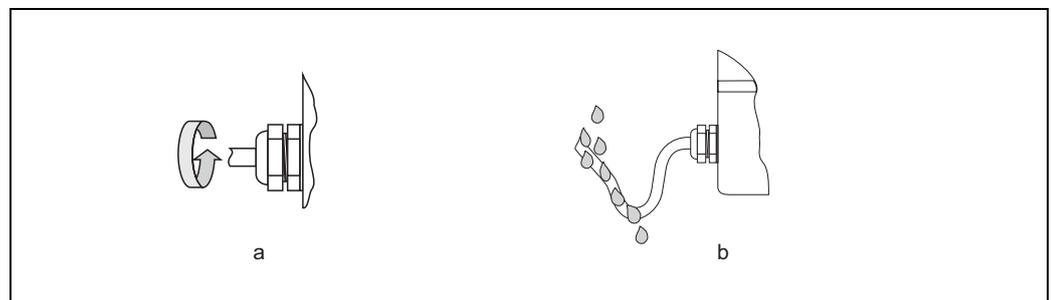

Fig. 9: Conseils de montage pour les entrées de câble
- Les entrées de câble doivent être fortement serrées (Point **a**, → fig. 9).
- Le câble doit être posé en boucle ("poche d'eau") devant l'entrée de câble (Point **b**, → fig. 9). L'humidité éventuelle ne pourra ainsi pas pénétrer via la traversée.